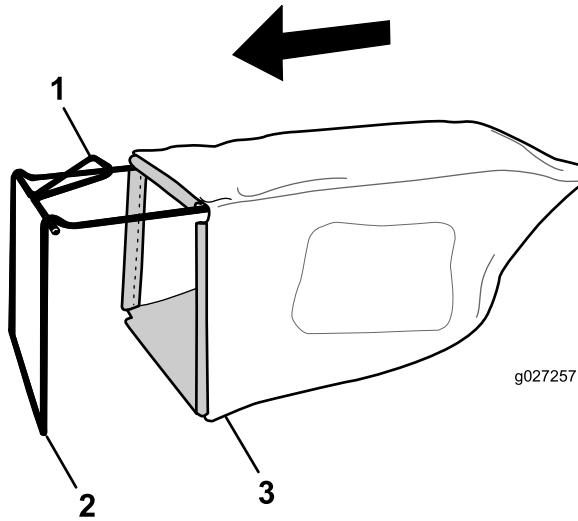

Figura 8
1. Infilate il cesto di raccolta sopra il telaio come illustrato in Figura 8.
- Nota:** Non infilate il cesto sopra la stegola (Figura 8).